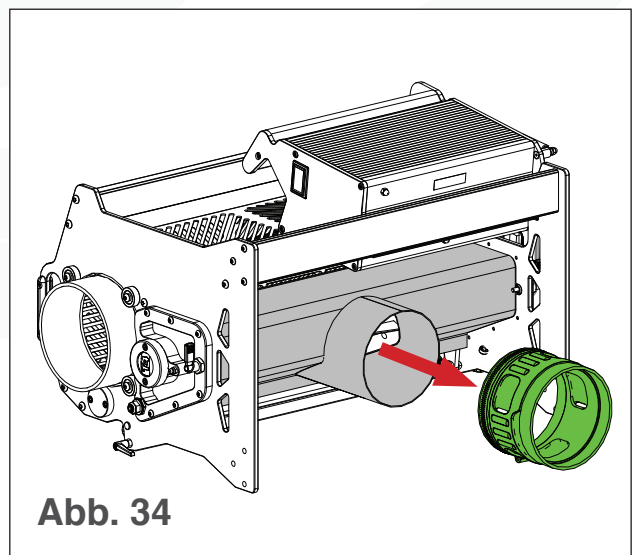

Abb. 34
- vi. Ziehen Sie die Kupplung von der Saugerabdeckung ab (siehe Abb. 34).